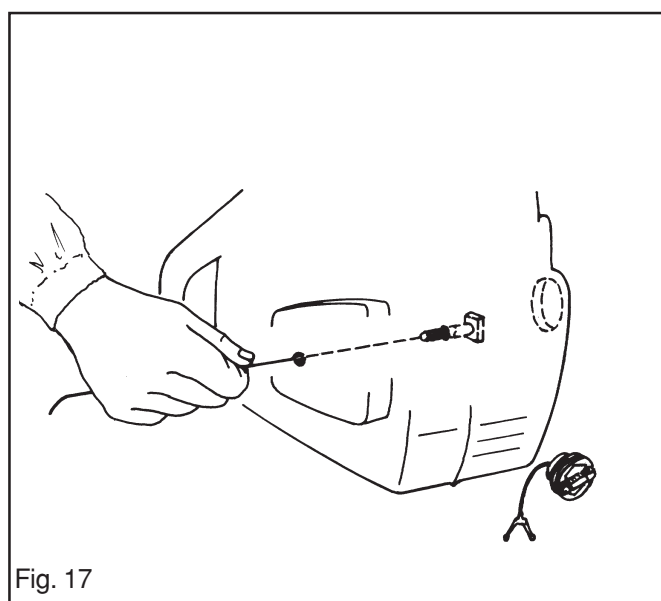

Fig. 17
4. Insérer un fil de fer dans l'extrémité du nouveau boulon, faire passer le fil de fer à travers le réservoir d'huile avant de le faire ressortir à travers le trou du boulon dans le carter moteur. Voir la fig. 17.